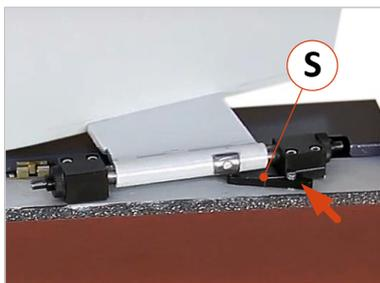

Abbildung 14: Anschlag-Sperrfedern
- Klappen Sie die beiden Furnieranschlüge (7) und (4) wieder in ihre Ausgangsposition zurück, indem Sie zuvor die beiden Sperrfedern (S) entriegeln (siehe ⇒ Abbildung 14).